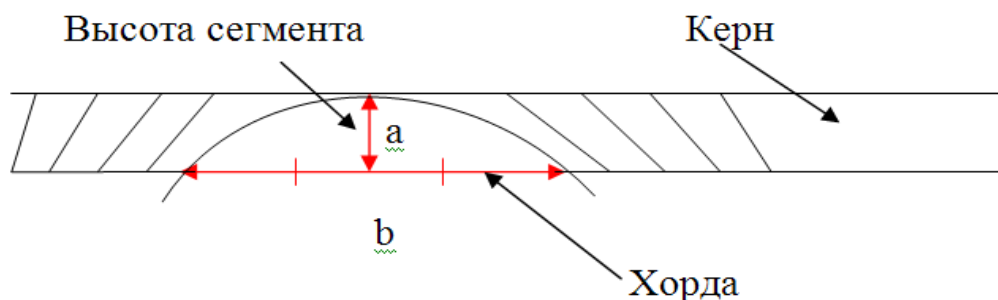
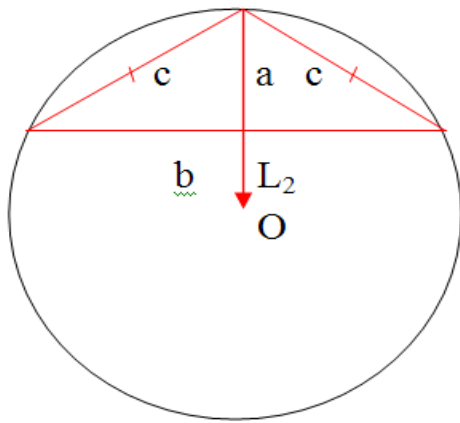

Рис.17
Рис. 18
1. Определение длины отрезка древесины, недоступного для анализа. Если бурав при сверлении проходит не через радиус окружности с центром в сердцевине, а по хорде, то необходимо на керне измерить длину хорды b и высоту сегмента a (рисунок 17). Затем строим равнобедренный треугольник и описываем около него окружность, которая является как бы продолжением участка кольца на керне (рисунок 18). Радиус описанной окружности вокруг равнобедренного треугольника окружности определяется по следующей формуле: